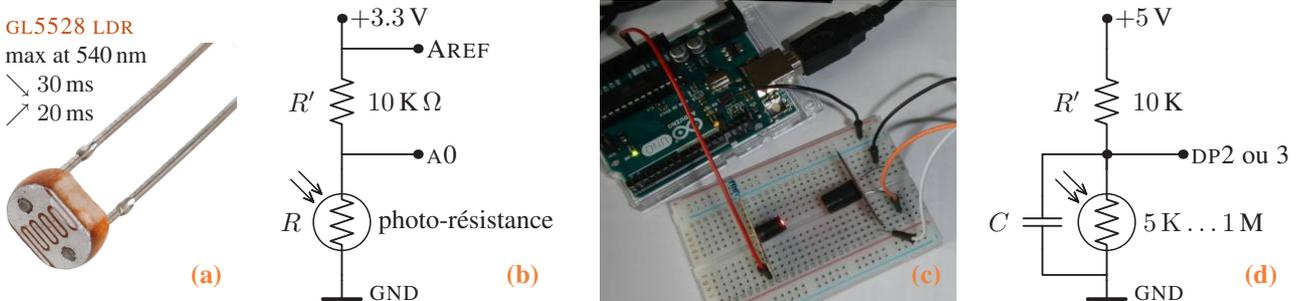

FIG. 9 – La photo-résistance (a) ; cablage en «diviseur de tension» avec  $V_{CC}$  de 3.3 V (b) ; mesure de  $R_{min}$  (c) ; comme capteur digital (d).
Ainsi la courbe  $\log R(L)$  est une droite avec une pente négative si bien que la valeur de la résistance diminue avec  $L$  depuis quelques centaines de  $k\Omega$  ou même  $1 M\Omega$  dans l'obscurité jusqu'à  $10\text{-}20 k\Omega$  à  $10$  lux ou quelques centaines d' $\Omega$  en plein jour, ceci, bien évidemment, en fonction des modèles. Comme les thermistances, les photorésistances sont le plus souvent utilisées dans un pont diviseur de tension (fig. 9). Notez que pour gagner en stabilité, on utilise la source interne de  $3.3 V$  comme  $V_{CC}$  (plus filtré et plus stable que les  $5 V$  fournis par l'ordi sur son port USB, cf la sec. 2.3) pour alimenter la LED et surtout le diviseur de tension de la photo-résistance  $R + R'$ . Pour  $R'$  de  $10 K$ , les valeurs typiques attendues sur A0 sont entre  $0.9 V_{CC}$  et  $\leq 0.5 V_{CC}$ .
**Matériel :** une carte ARDUINO UNO et un ordinateur pour lui communiquer en TTY, une LED rouge générique (de  $\lambda$  approximativement 630 ou 660 nm), des résistances de 220 $\Omega$  et  $R' = 10\text{k}\Omega$ , une photo-résistance de  $R_{\min} = 3.1\text{k}\Omega$  exposée par la LED rouge, voir la fig. 9, et  $R_{\max} \approx 0.35\text{M}\Omega$  sans lumière, un potentiomètre de 10k $\Omega$  en option. Carton, colle, scotch, feutre noir ...